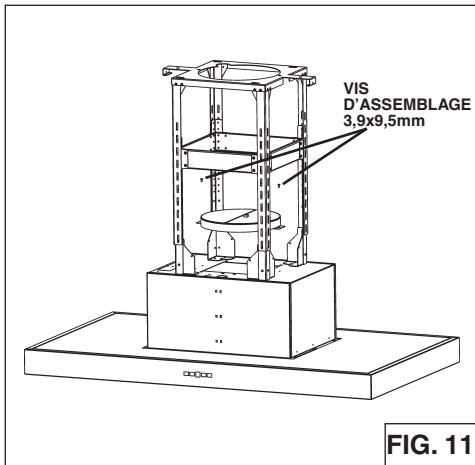

FIG. 11
1. Fixer le collier d'évacuation au haut de votre hotte, la fixation a lieu au moyen des 2 vis (3.9x9.5mm) qui se trouvent à l'intérieur du sachet accessoires (Fig.11).